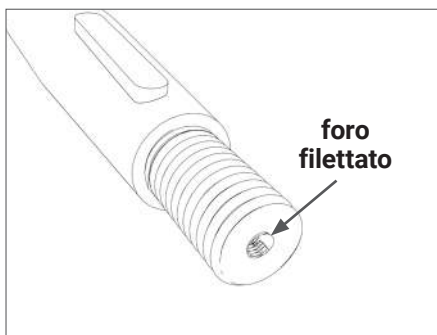
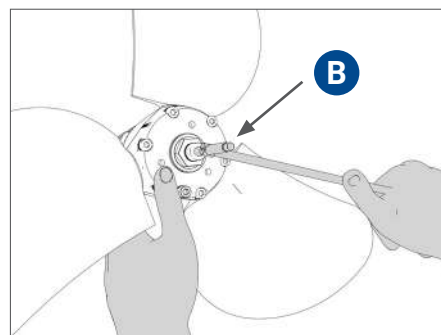

FIG. 16 Ricavare foro filettato sull'asse, deve essere perfettamente centrato e in asse
FIG. 17 Avvitare bullone di sicurezza
- Se per maggiore sicurezza si volesse procedere con questa soluzione, bisognerà praticare un foro filettato nell'asse porta-elica con filettatura di dimensione adatta al bullone, facendo attenzione che questo sia centrato e perfettamente in asse (**Fig. 16**), per poter inserire il bullone di sicurezza **B** (**Fig. 17**).